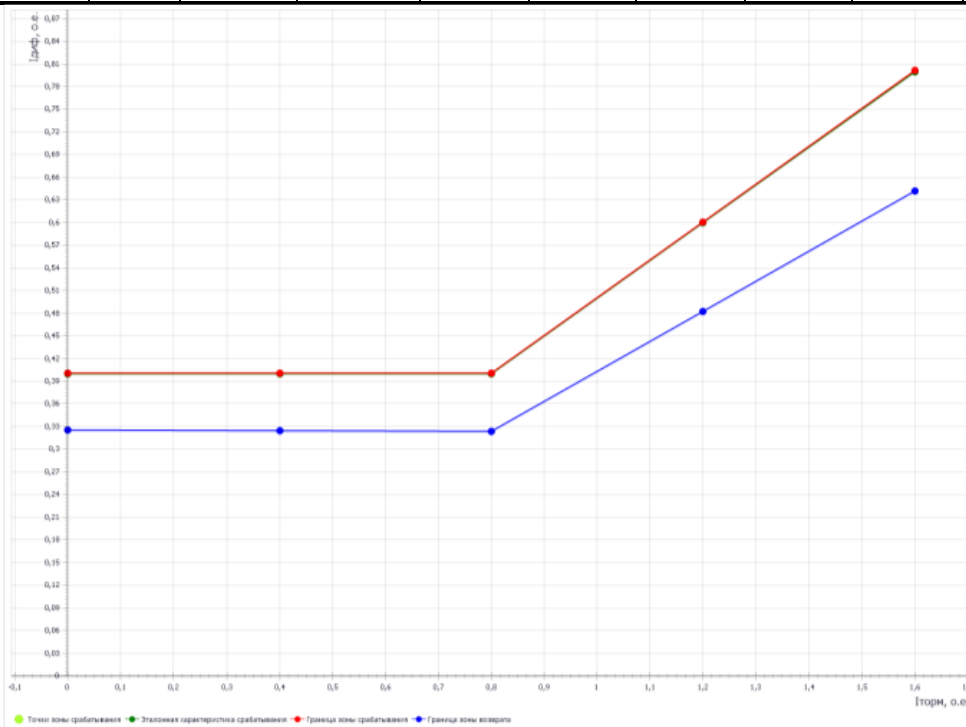

Рисунок 3.44 – Характеристика срабатывания и возврата дифференциального ИО
- Рисунок с изображением тормозных характеристик (эталонной, срабатывания и возврата) (Рисунок 3.44);